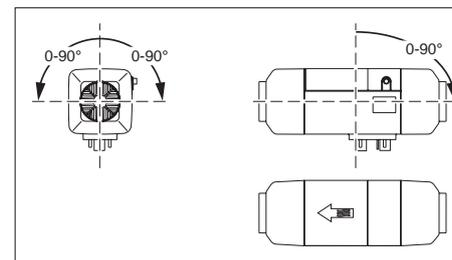

рис. 03: Допустимое монтажное положение дизельного отопителя
- ▶ Обеспечьте правильное монтажное положение. См. рис. 03.